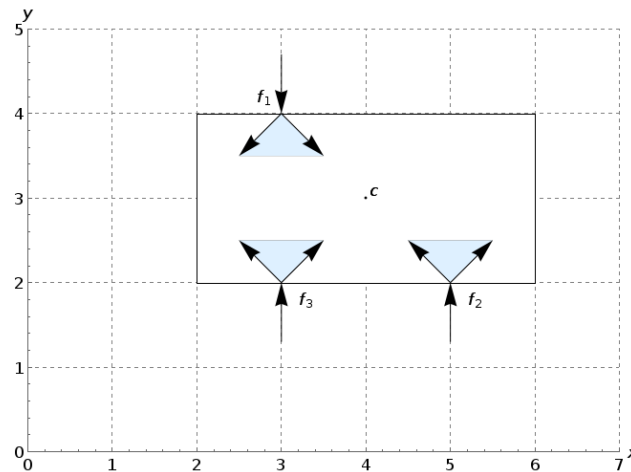

Abbildung 1: Die Reibungsdreiecke an den Punkten p_1 , p_2 und p_3 .
2. Die Reibungsdreiecke sind in Abbildung 1 dargestellt.